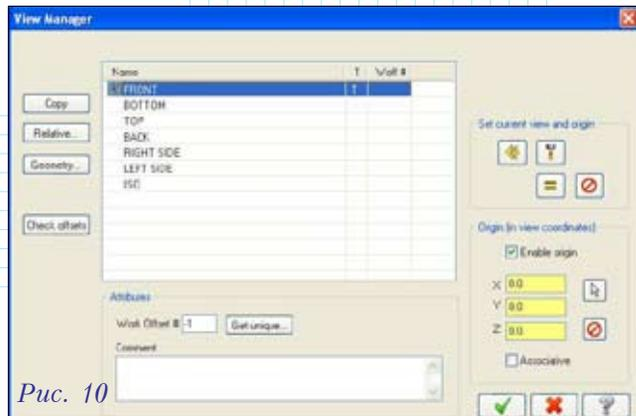

Рис. 10
- в диалоговом окне *View Manager* (рис. 10) выберите план, который вы хотите использовать, и затем нажмите кнопку ;